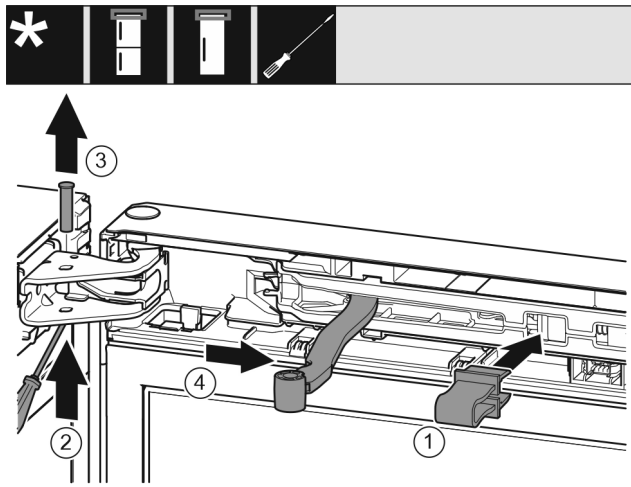

Fig. 8
- Sicherung in Öffnung einrasten. Fig. 8 (1)
- Bolzen mit Schraubendreher herauschieben. Fig. 8 (2)
- Bolzen nach oben herausnehmen. Fig. 8 (3)
- Gelenk in Richtung Tür drehen. Fig. 8 (4)